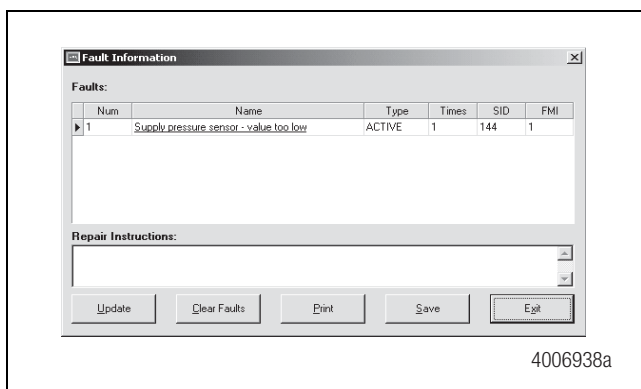

Figura 64
3. Seleccione "Visualizar Fallas" (**Display Faults**) en el menú desplegable. Se visualizarán todas las fallas activas y almacenadas. Figura 64.